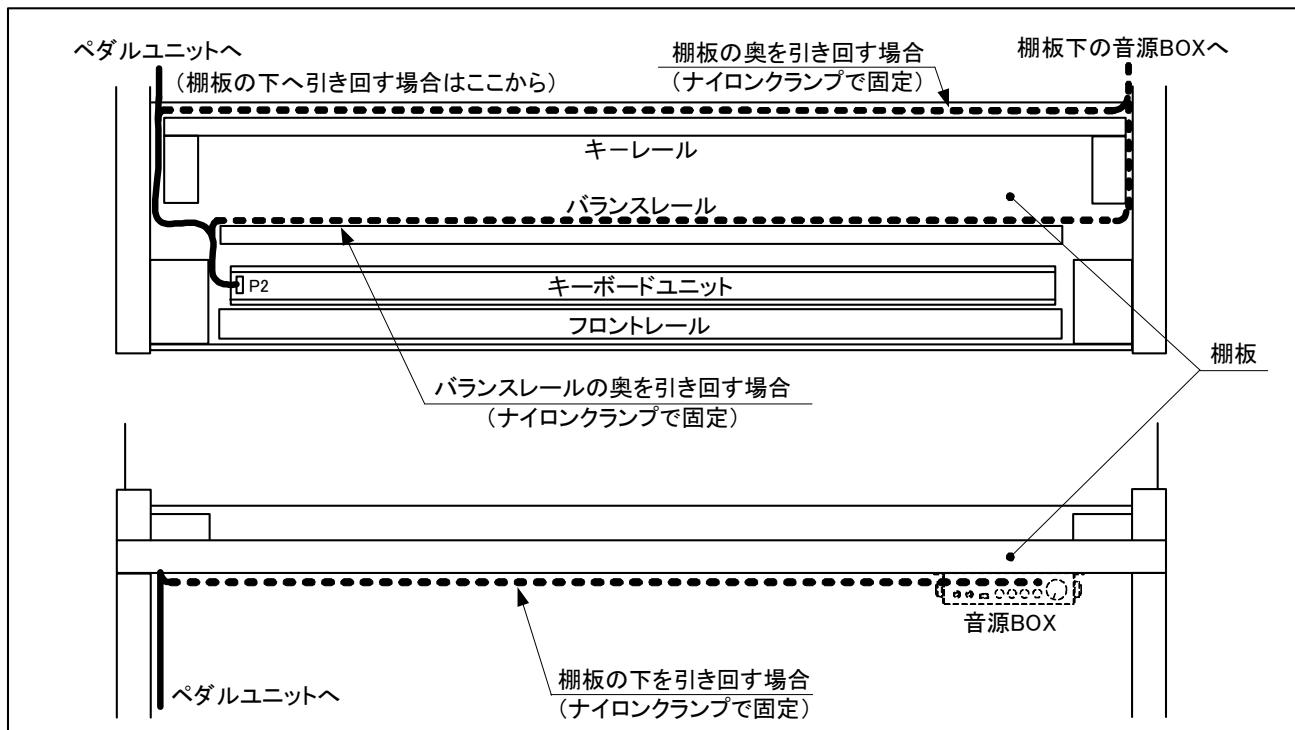

図3. 4-6 接続ケーブルの引き回し
- (6) ペダルユニットからの接続ケーブルをペダルや天秤棒、センサーの妨げにならないように引き回す。
- (7) 接続ケーブルをキーボードユニットのコネクタ P 2 へ接続する。(2. 2 配線接続図を参照)
- (8) 音源BOXを図3. 4-6のようにピアノの右側へ取り付ける場合は、バランスレールや棚板の奥または下側に沿わせるようにして、高音部へ渡らせてから弦側へ引き込み、音源BOXを取り付ける位置まで接続ケーブルを引き回す。また、音源BOXをピアノの左側へ取り付ける場合は、ペダルユニットからの接続ケーブルと一緒に棚板の下へ引き回す。